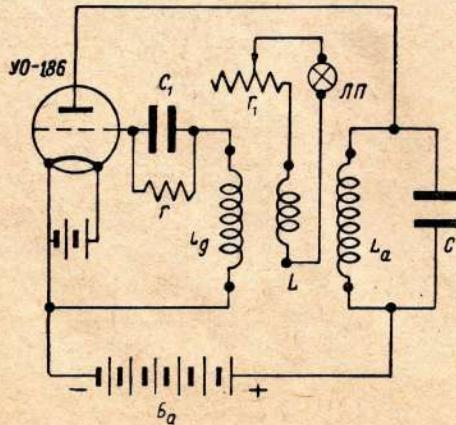

Рис. 5
1. Схема лампового генератора с последовательным анодным питанием изображена на рис. 5. Здесь лампа, колебательный контур и источник анодного питания B_a включены последовательно. Как постоянная, так и переменная составляющая анодного тока протекают по одной цепи. L — катушка лампы просвечивания, на зажимах которой образуется переменная э. д. с. (L_a и L можно представить как понижающий трансформатор высокой частоты).